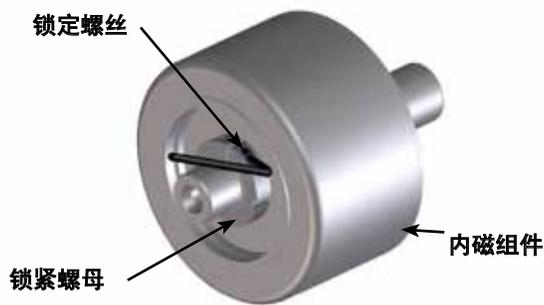

图 8
- 从进口或者出口处将铜棒插入转子两个齿之间，固定转子后拆下防松螺母（66），见图8，将内磁组件从轴上取下来。这个过程中一定要确保外止推垫圈（60）没有跟随内磁组件一起脱落。止推垫圈如果碰到轴键，可能会裂开或者破碎。注意这是很强的磁铁，检查它是否破损或者磨损，如果需要，更换新的磁组件。如果还需要进一步拆卸，请进行下一步。